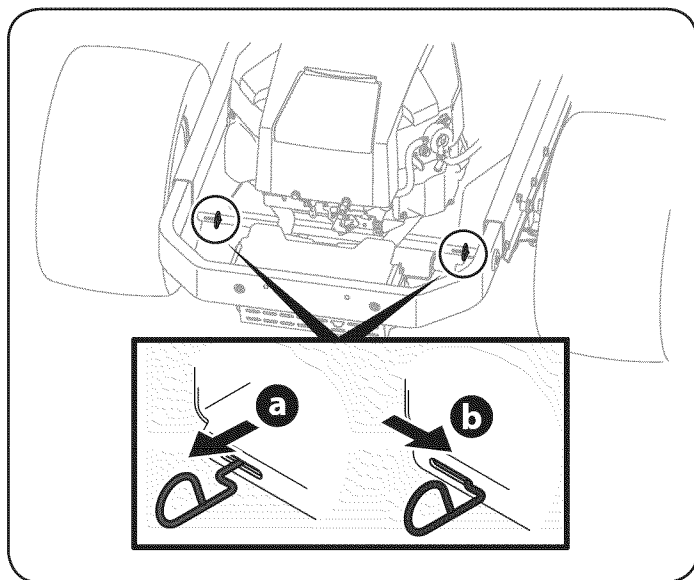

Figura 25
1. Ubique las dos varillas de derivación de transmisión, justo delante de los dos neumáticos traseros. Consulte la Figura 25.
2. Enganche las varillas de derivación tirando cada uno (a) y la derecha (b) para que encaje en su lugar. Ver Figura 25.
3. Desenganche las varillas de derivación invirtiendo los pasos a & b después de mover el tractor. Ver Figura 25.